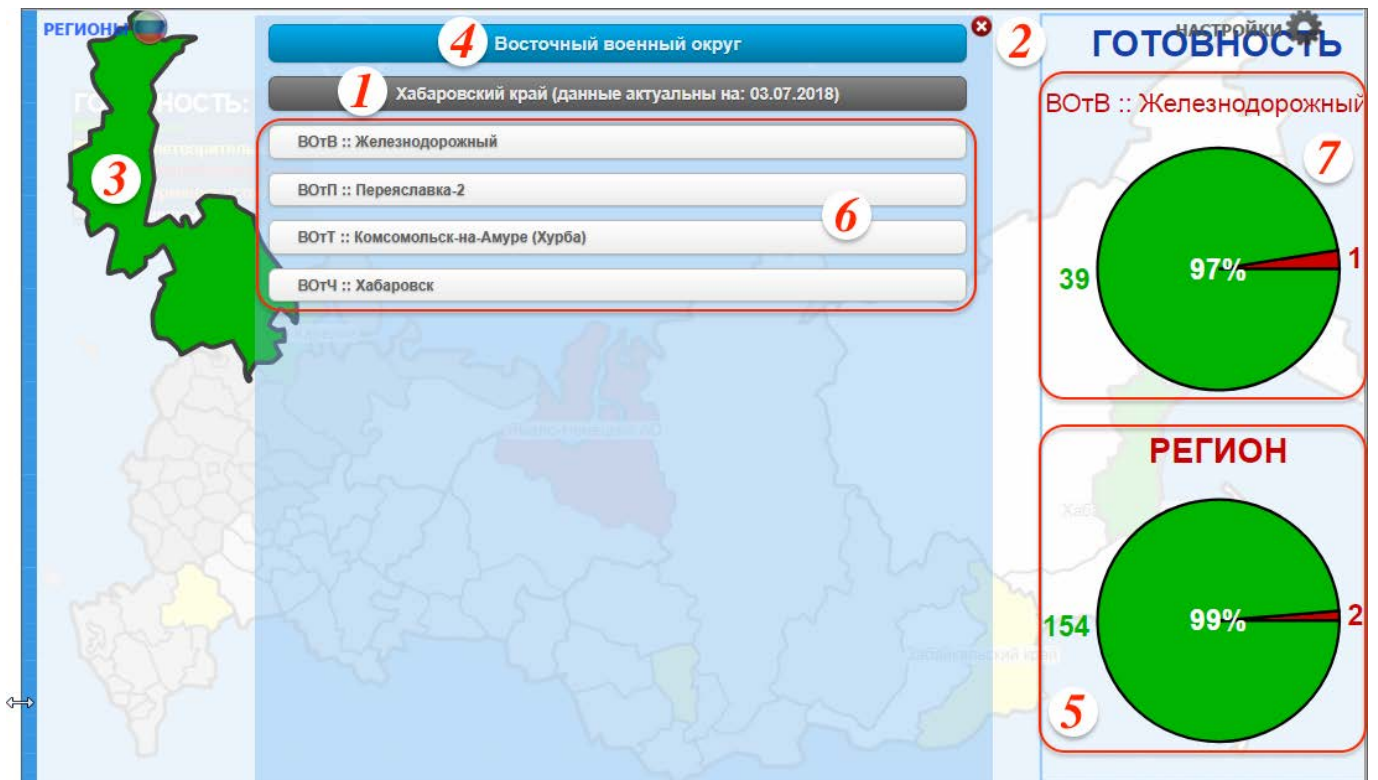

Рис. 6-12 – Пример страницы с общими сведениями по готовности техники в регионе
3) На странице готовности техники по региону выводится дополнительное поле для обозначения военного округа, в который входит этот регион (4 на рис. 6-12).